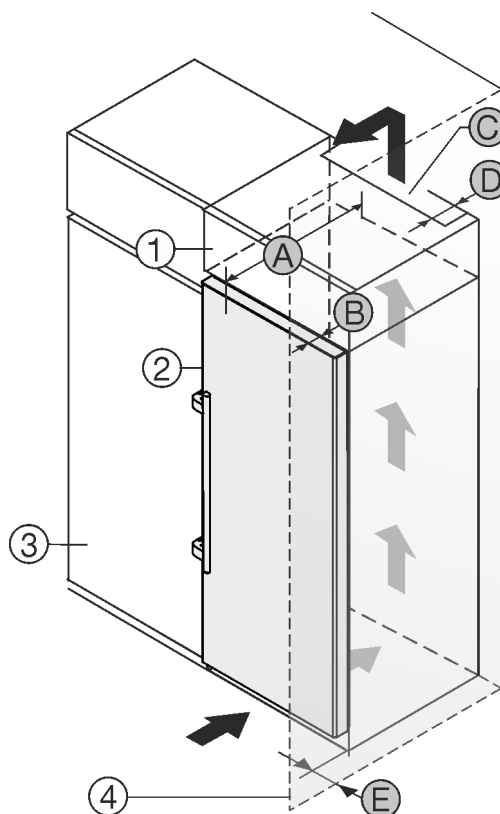

Fig. 2
Uzstādiet ierīci blakus virtuves skapim Fig. 2 (3)*
Uzliekamā skapīša aizmugurē jābūt ventilācijas spraugai ar dziļumu Fig. 2 (D) visa uzliekamā skapīša platumā.*
Zem telpas grieztiem jāievēro ventilēšanas šķērsriezums Fig. 2 (C)*.
Ja ierīce ar šarnīriem tiek uzstādīta blakus sienai Fig. 2 (4), attālumam starp ierīci un sienu jābūt vismaz 57 mm. Tas atbilst atlikušajam attālumam līdz rokturim pie atvērtām durvīm.*
Lai varētu pilnīgi atvērt durvis, ierīcei jābūt izvirzītai par durvju dziļumu Fig. 2 (B) attiecībā pret virtuves skapja priekšdaļu. Atkarībā no virtuves skapju Fig. 2 (3) dziļuma un sienas spraišu izmantošanas ierīce var būt vairāk izvirzīta.*